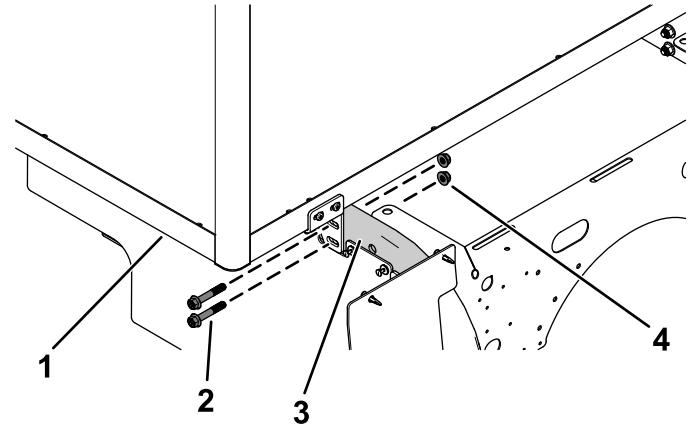

图 7
- 用之前卸下的 2 个凸缘头螺栓 $\frac{3}{8} \times 2\frac{1}{2}$ 英寸和 2 个凸缘螺母 $\frac{3}{8}$ 英寸将多功能货车车厢的前部固定到机架管的前部 图 7。